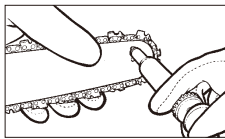

Fig. 20
3. Hvis du bruger en smørepistol (tilbehør), skal du indsætte næsetippen ind i smørehullet, og sprøjt fedtet ind indtil det kommer ud på yderkanten af tandhjulsspidserne (Fig. 20).